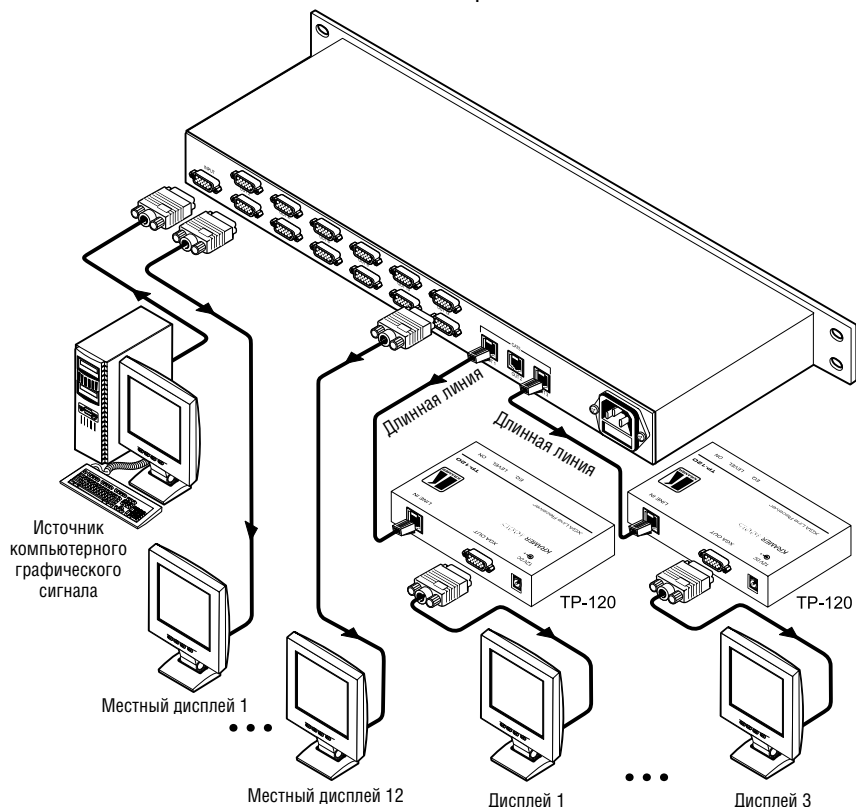

Рис. 3. Подключение источника и приемников сигнала к VP-12N
Пример на рис. 3 показывает, как вывести входной компьютерный графический сигнал на 12 мониторов и одновременно передать его по трем кабелям на три удаленных линейных приемника **TP-120**.
5. Присоедините сетевой шнур (не показан на рис. 3). Рекомендуется использовать только сетевой шнур, входящий в комплект поставки прибора.